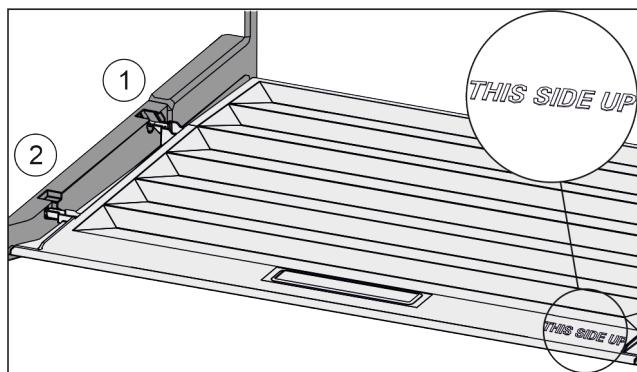

Fig. 116
- Robova predala vstavite nad odprtino zadnjega držala Fig. 116 (1), spredaj pa ju zataknite v držalo Fig. 116 (2).